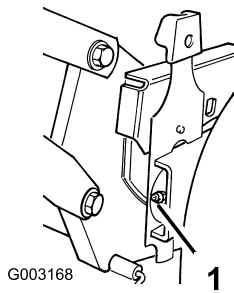

Figura 20
2. Limpie con un trapo limpio los puntos de engrase (Figura 20).